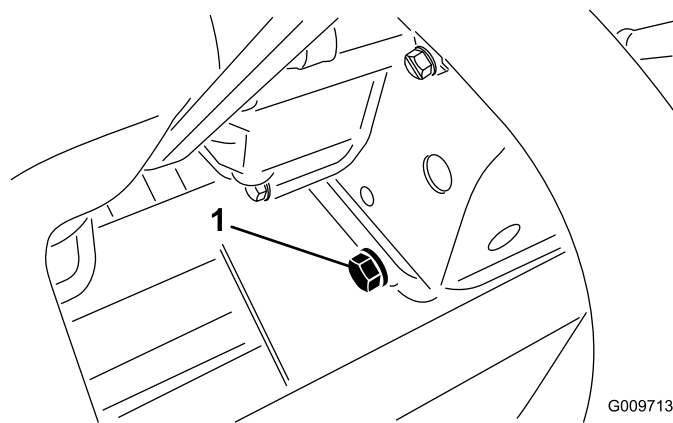

図 31
1. ドレン・プラグ（図 31）を外してオイルを容器に受ける。オイルが抜けたらドレン・プラグを取り付ける。